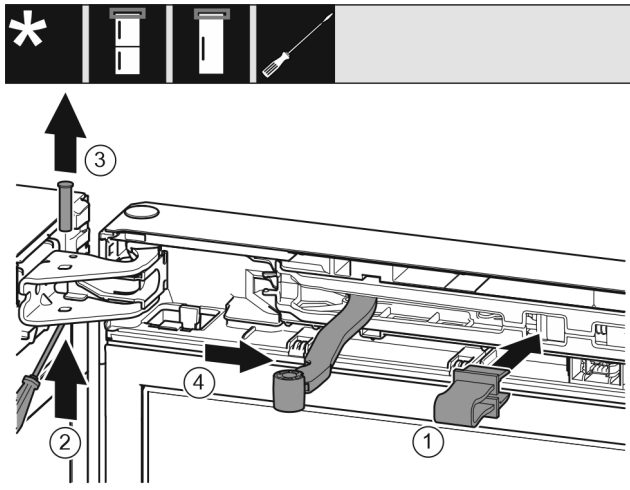

Fig. 8
- ▶ Sikringen skal klikke på plass i åpningen. Fig. 8 (1)
- ▶ Skru ut bolten med skrutrekker. Fig. 8 (2)
- ▶ Trekk ut bolten oppover. Fig. 8 (3)
- ▶ Drei leddet i retning døren. Fig. 8 (4)